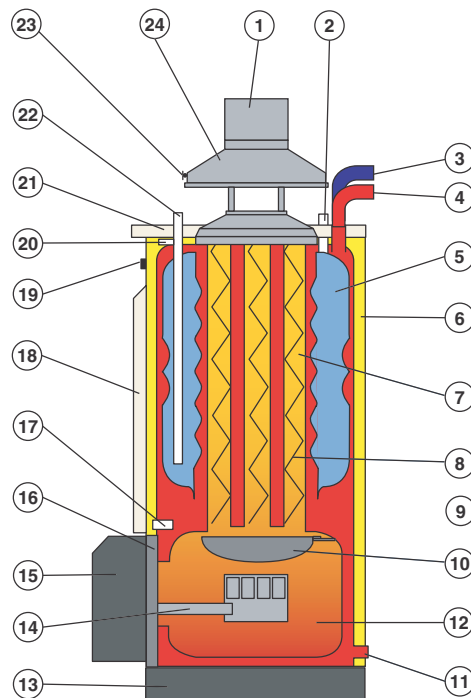

Fig. 14: Tableau de commande
5.3.7 TABLEAU DE COMMANDE (FIG. 14)